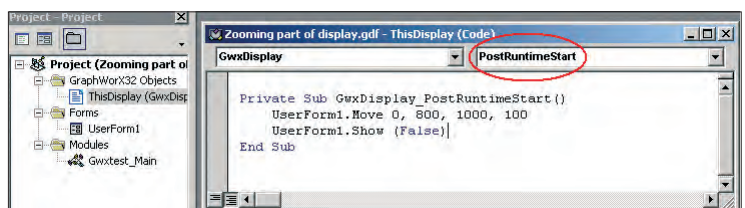

Рис. 16. Запуск пользовательской формы по событию
2. Настроить запуск пользовательской формы (в данном примере форма будет выведена на экран при возникновении события **PostRuntimeStart**, которое происходит при переводе экранной формы в режим исполнения, рис. 16).